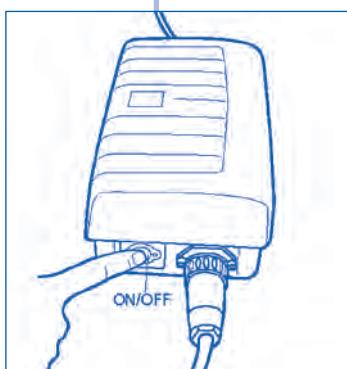

Figura 5
- L'avvio del robot Vortex 1 si fa premendo sul tasto ON/OFF (**Figura 5**). La spia verde si accende e il robot si avvierà dopo qualche secondo.